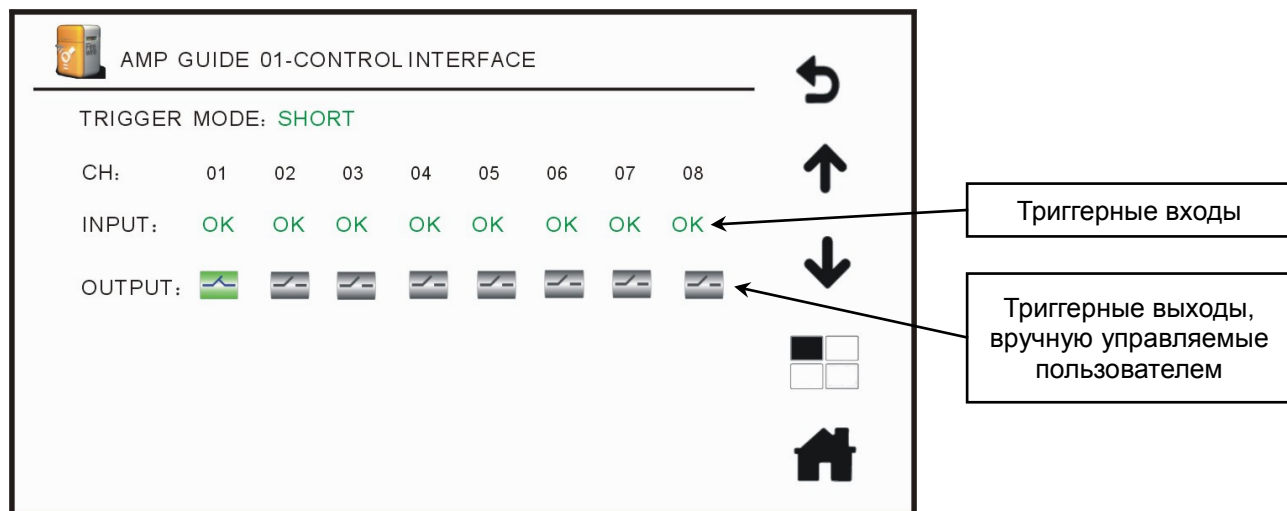

Рис. 4.14. Интерфейс управляющих сигналов коммутатора усилителей
7. **CONTROL INTERFACE** отображает состояние интерфейса управляющих сигналов. Нажмите на этот значок и войдите в подменю **CONTROL INTERFACE** (интерфейс управляющих сигналов), чтобы проверить состояние интерфейсов управляющих сигналов текущего коммутатора, как показано на Рис. 4.14.